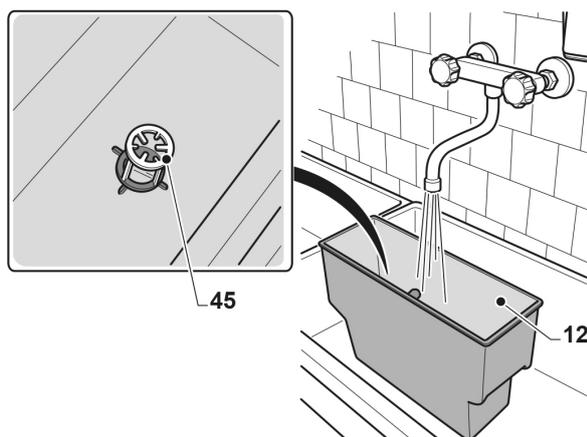

Abb. 23: Reinigung des Frischwassertanks
Schritt 1: Heben Sie den Deckel (Pos. 11, Abb. 4) und entnehmen Sie den Tank (Pos.12, Abb. 23).
Schritt 2: Entleeren Sie das Wasser aus dem Ablassventil und reinigen Sie das Innere des Tanks mit sauberem Wasser; auf gute Spülung des Filters (Pos. 45, Abb. 23) achten.